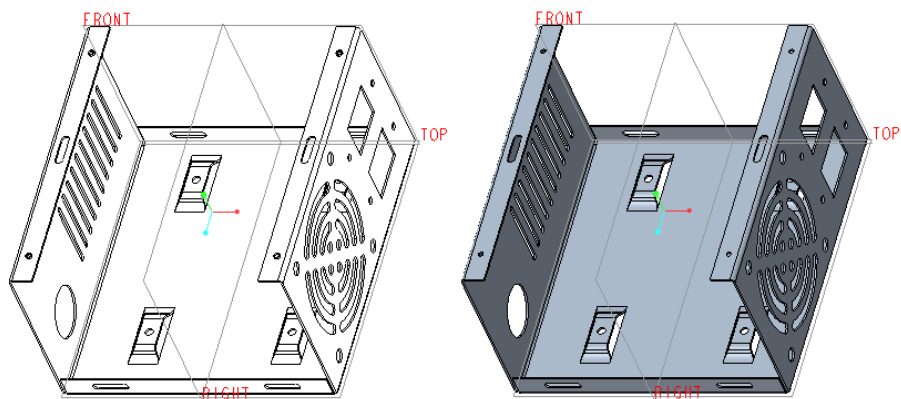

图 6-117 镜像结果
(1) 在模型树中选择“孔 1”特征，按住〈Ctrl〉键的同时选择“孔 2”特征，从出现的浮动工具栏中单击 (镜像) 按钮，打开“镜像”选项卡。
(2) 选择 RIGHT 基准平面定义镜像平面。
(3) 单击“镜像”选项卡中的 (完成) 按钮。镜像结果如图 6-117 所示。